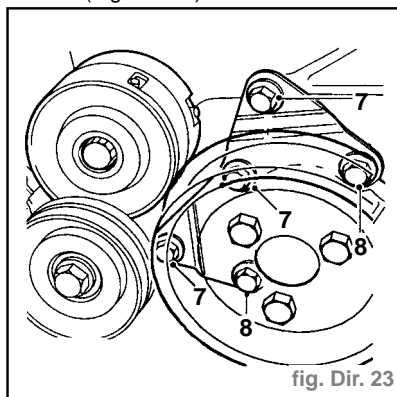

fig. Dir. 23
- Enlever les 3 boulons (7) maintenant le support de soutien sur la pompe de direction assistée et le boîtier de pompe à eau (Fig. Dir. 23).